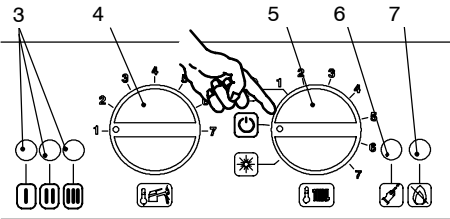

fig. 5.38
- Posizionare il selettore 5 come indicato in fig. 5.38 per uscire dalla programmazione.